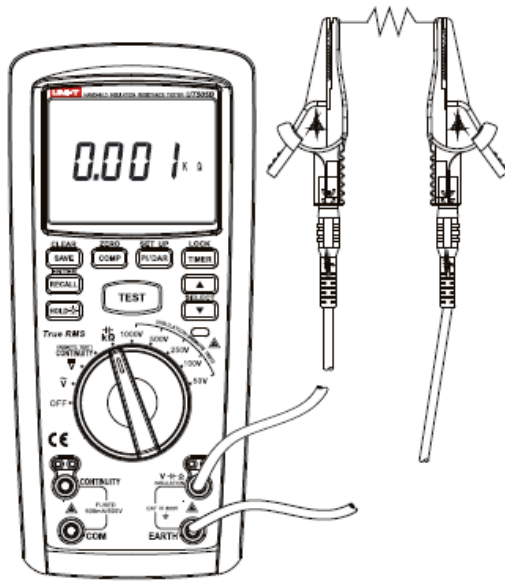

Fig. 7 Masurarea rezistentei
4.1 Masurarea rezistentei (vezi fig. 7)